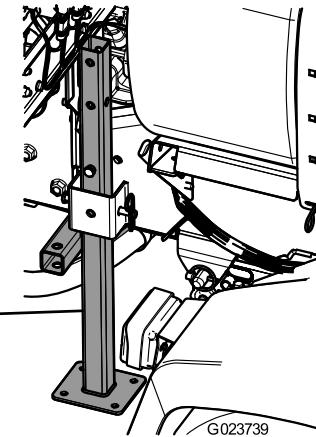

Figura 48
3. Inserte las patas de apoyo traseras en el bastidor desde abajo, cerca de los puntos de amarre traseros (Figura 48).